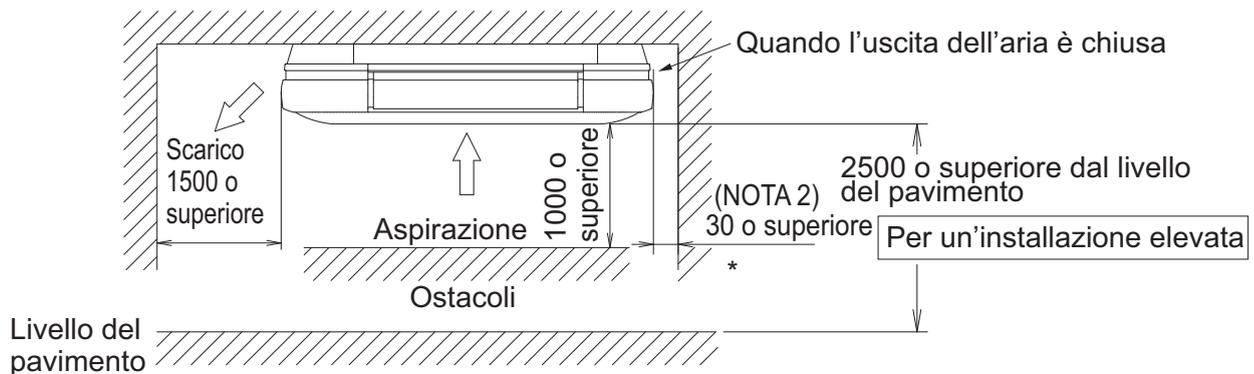
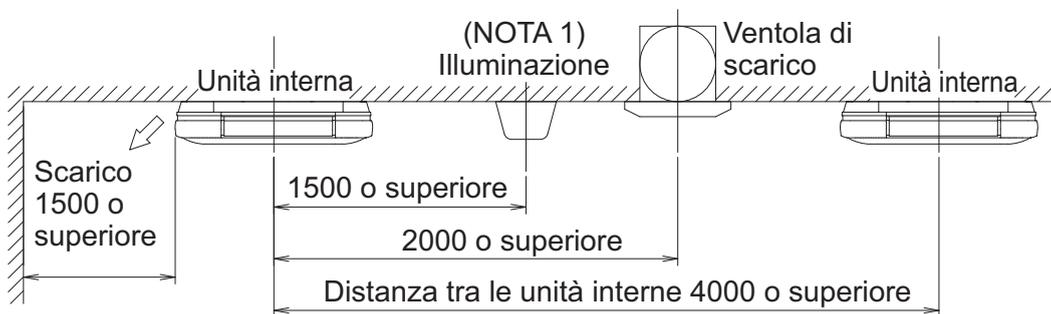

Fig. 1
Fig. 2
(1) Scegliere il luogo di installazione conforme alle seguenti condizioni e ottenere l'approvazione del cliente.
- Un luogo in cui ci sia spazio sufficiente per l'installazione e la manutenzione. **(Fare riferimento alla Fig. 1 e alla Fig. 2)**